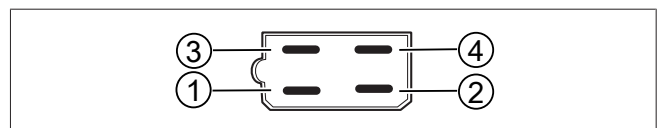

Fig. 14 Conexiones del ventilador
③ + 3.ª velocidad - NARANJA	④ + 2.ª velocidad - ROJO
① - retorno - NEGRO	② + 1.ª velocidad - AMARILLO
1. Efectúe las conexiones eléctricas según la Fig. 14. Véanse los requisitos relativos a la alimentación y los fusibles en los Información técnica. No instale relés, fusibles ni interruptores en las proximidades de las conexiones de refrigerante.